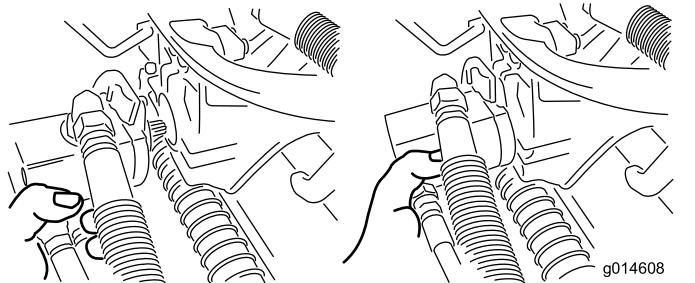

Bild 50
3. Legen Sie den Motor am Aufbewahrungsplatz vorne am Aufhängearm ab (Bild 50).